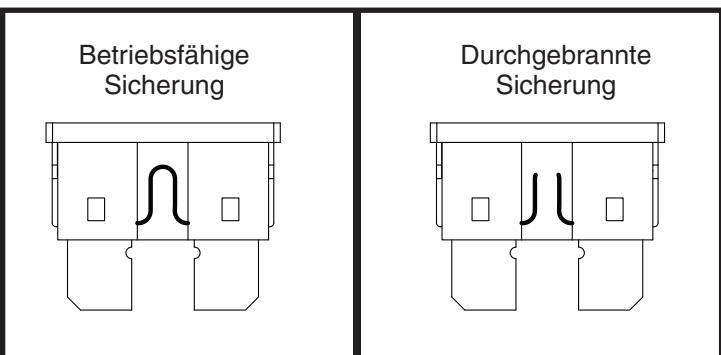

Abb. 27. Wechseln der Sicherung
2. Sicherung auf Durchbrennen überprüfen. Siehe Abb. 27.